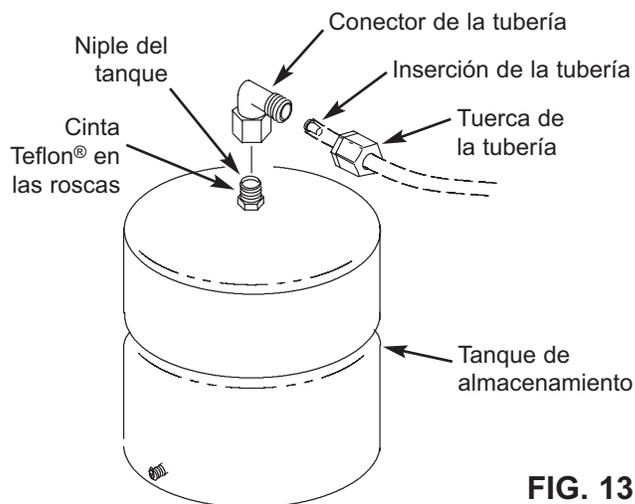

FIG. 13
1. Aplique cinta Teflon® (2 vueltas hacia la derecha) a las roscas en el niple que se encuentra en la parte superior del tanque. Vea la Fig. 13.
2. Ubique el conector de la tubería. Vea la Fig. 13. Dele al conector de la tubería en el niple del tanque unas 7 a 8 vueltas completas, lentamente para no torcer la rosca ni apretarlo excesivamente.
5. Conecte el tubo amarillo al conector del tanque. Vea las Figs. 13 y 22.